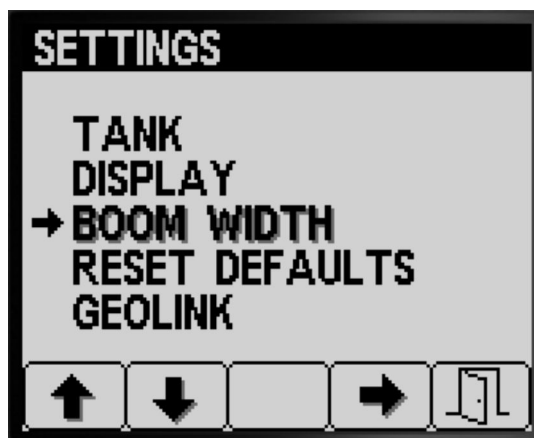

図 32
1. 表示画面からボタン 2 を何度か押してBOOM WIDTHを選択する 図 32。
2. ボタン 4 でブーム長さの入力 図 32。